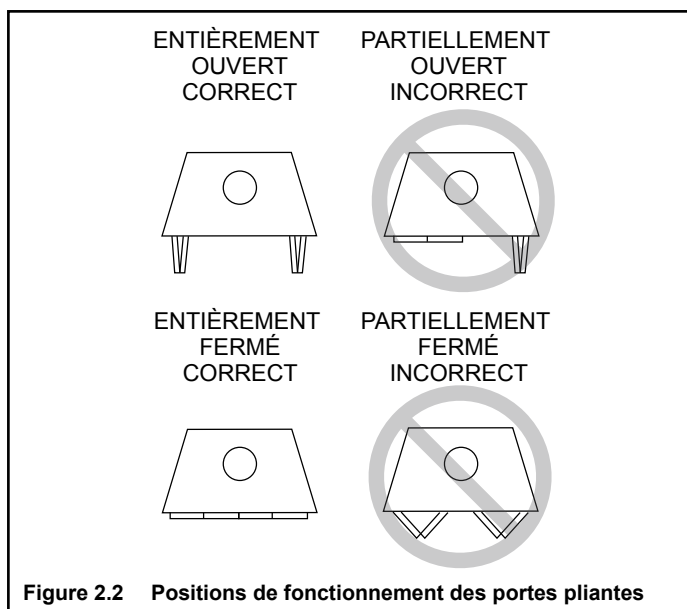

Figure 2.2 Positions de fonctionnement des portes pliantes
- Se référer à la figure 2.2. pour savoir comment les utiliser correctement.